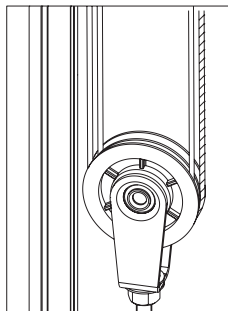

Рис. 18.2.
- подвесить на тросе пружинный механизм, заведя трос в канавки шкива пружинного механизма (рис. 18.2);